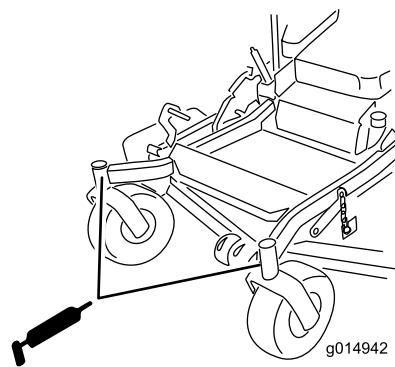

Figura 39
8. Retire el adaptador de engrase del punto de engrase. Instale el tapón hexagonal y la tapa (Figura 39).